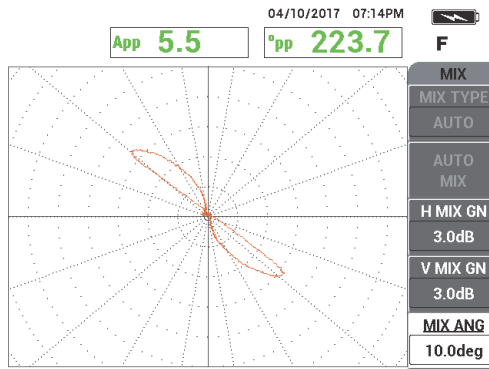

Figura 5-171 Sinal do orifício da parede depois do ajuste de ângulo do AUTO MIX
- Pressione **MIX ANGLE** (tecla E) e, em seguida, gire **MIX** até o sinal do orifício chegar a aproximadamente 40° (veja Figura 5-171 na página 253).